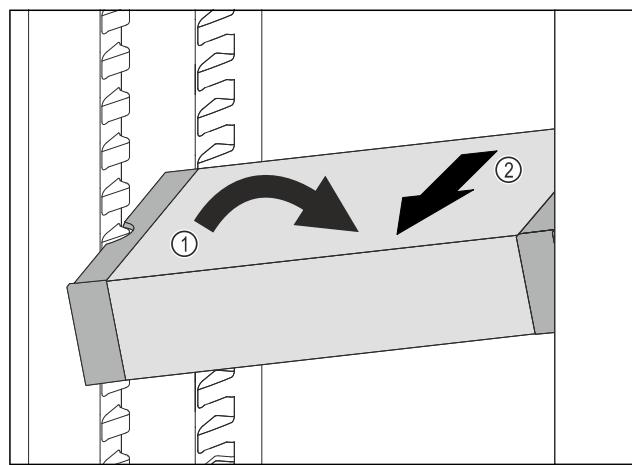

Fig. 57
- Встановити VarioSafe під кутом в охолоджувальному відділенні. Fig. 57 (1)
- Витягнути VarioSafe вперед. Fig. 57 (2)